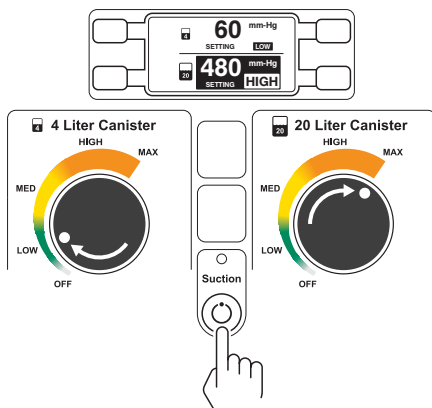

Figure 3 – Activation de l'aspiration
8. Appuyer sur le bouton MARCHÉ/ARRÊT ASPIRATION et tourner le bouton RÉGLAGE DES LIMITES DE L'ASPIRATION de chaque cuve sur le niveau d'aspiration maximal. S'assurer que la valeur du niveau d'aspiration maximale sur l'ÉCRAN DU PANNEAU DE COMMANDE est obtenue (Figure 3).